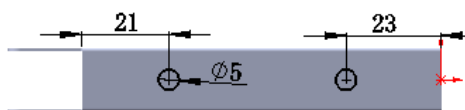

图 12.5.13 横断面草图
- ② 定义横断面草图。在草图环境中绘制图 12.5.13 所示的横断面草图。
- (3) 定义切除深度属性。在“切除一拉伸”对话框 **方向 1** 区域的  下拉列表中选择 **给定深度** 选项，选中 ☒ **与厚度相等(L)** 复选框与 ☒ **正交切除(N)** 复选框。其他选择默认设置值。
- (4) 单击  按钮，完成切除一拉伸 2 的创建。